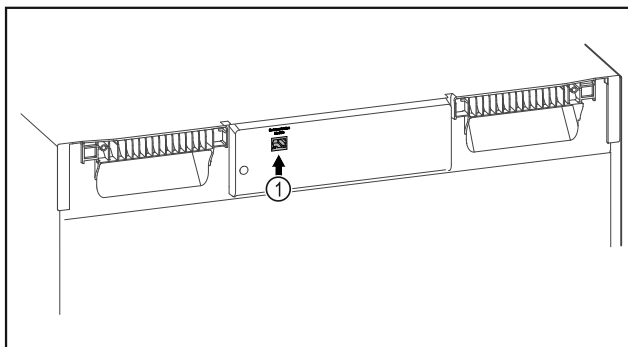

Fig. 78
- SmartModule Fig. 78 (1) inserito.